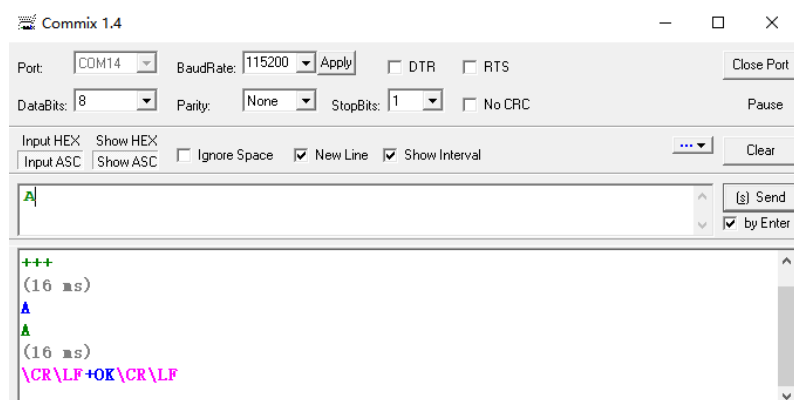

图 4-9 确认码发送界面
3) 模块接收到“A”后，向 Commix 发送“+OK”，并进入“AT 指令模式”。如图 4-9 所示。